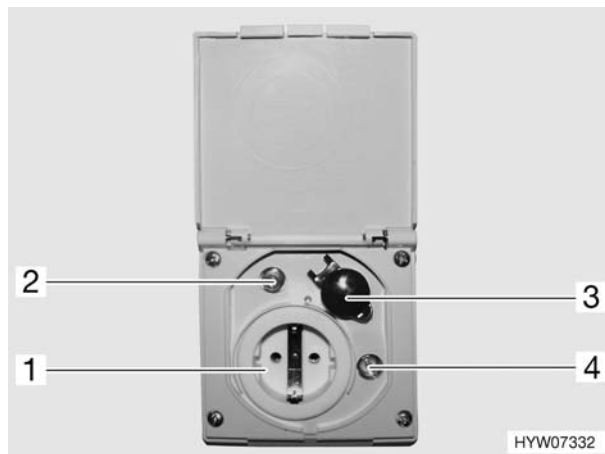

Fig. 138 Presa esterna
- presa a 230 V (Fig. 138,1)
- presa satellitare (Fig. 138,2)
- presa a 12 V (Fig. 138,3)
- presa TV (Fig. 138,4)